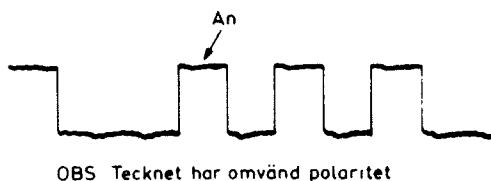

Bild 10
- Kontrollera oscilloskopbilden, bild 10.